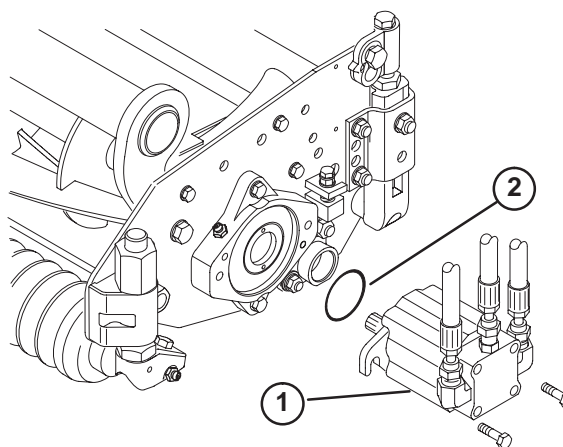

Figure 6
13. Montez le moteur du côté entraînement du plateau de coupe et fixez-le avec deux vis d'assemblage fournies (Fig. 6).